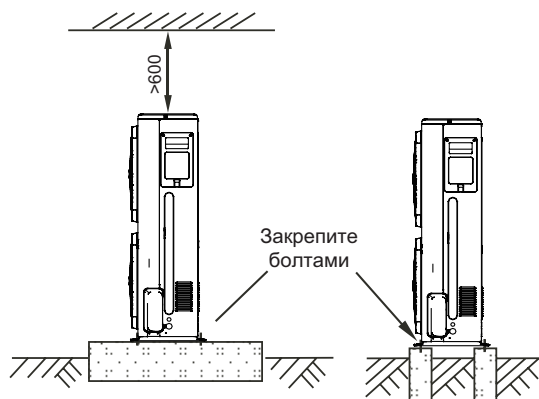

Рисунок 3-5
- Подготовьте бетонное основание в соответствии с характеристиками наружного блока. (см. Рисунок 3-5)
- Надежно закрепите болтами опоры блока, чтобы предотвратить его падение в случае землетрясения или сильного ветра. (см. Рисунок 3-5)